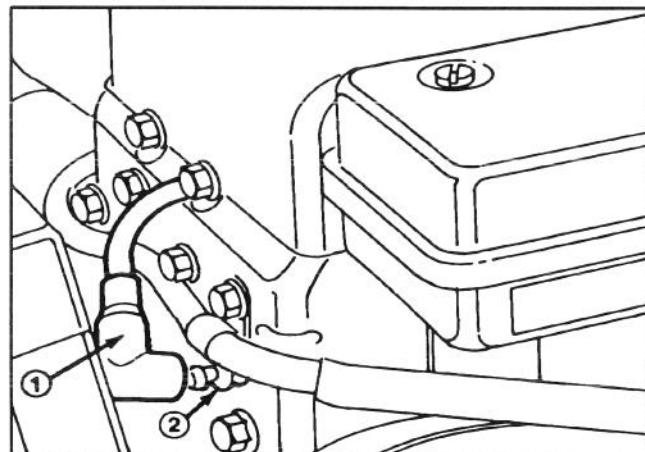

Figure 11
1. Retirer le fil de la bougie d'allumage (Fig. 11).